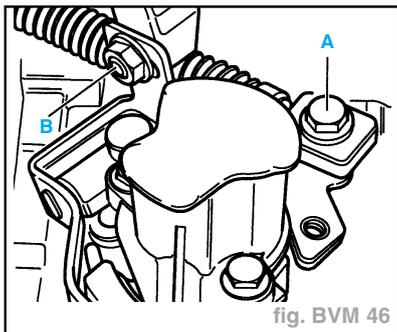

fig. BVM 46
- Desserrer la vis (A) et l'écrou (B) jusqu'à ce que le câble de changement de vitesse et l'entraîneur/le câble de sélection soient dégagés dans les trous oblongs (fig. BVM 46).
- Fixer le câble de changement de vitesse et l'entraîneur/le câble de sélection (vis (A) et écrou (B) sur fig. BVM 46). Contrôler alors la position de la clavette.